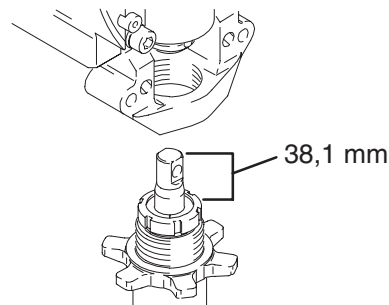

Fig. 15
1. Fig. 15. Extraiga el vástago del pistón de 38,1 mm. Enrosque la bomba hasta que los orificios de la travesa del cojinete y del vástago del pistón queden alineados.